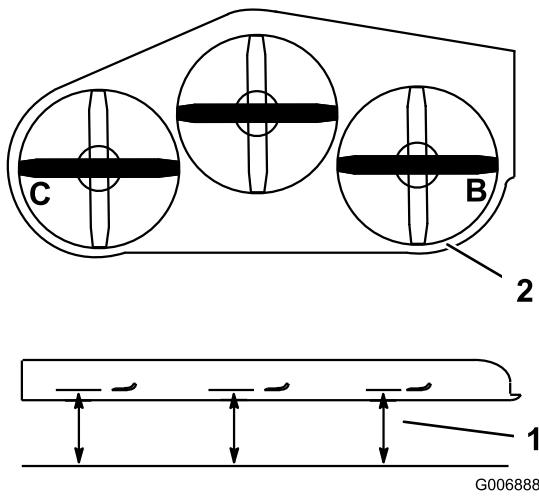

Figure 75
1. Tournez la lame **droite** latéralement (Figure 75).
2. Mesurez la distance au point **B** entre la surface plane et le tranchant de la pointe de la lame droite (Figure 75).
4. Tournez la lame gauche dans le sens transversal (Figure 75).
5. Mesurez la distance au point **C** entre la surface plane et le tranchant de la pointe de la lame gauche (Figure 75).